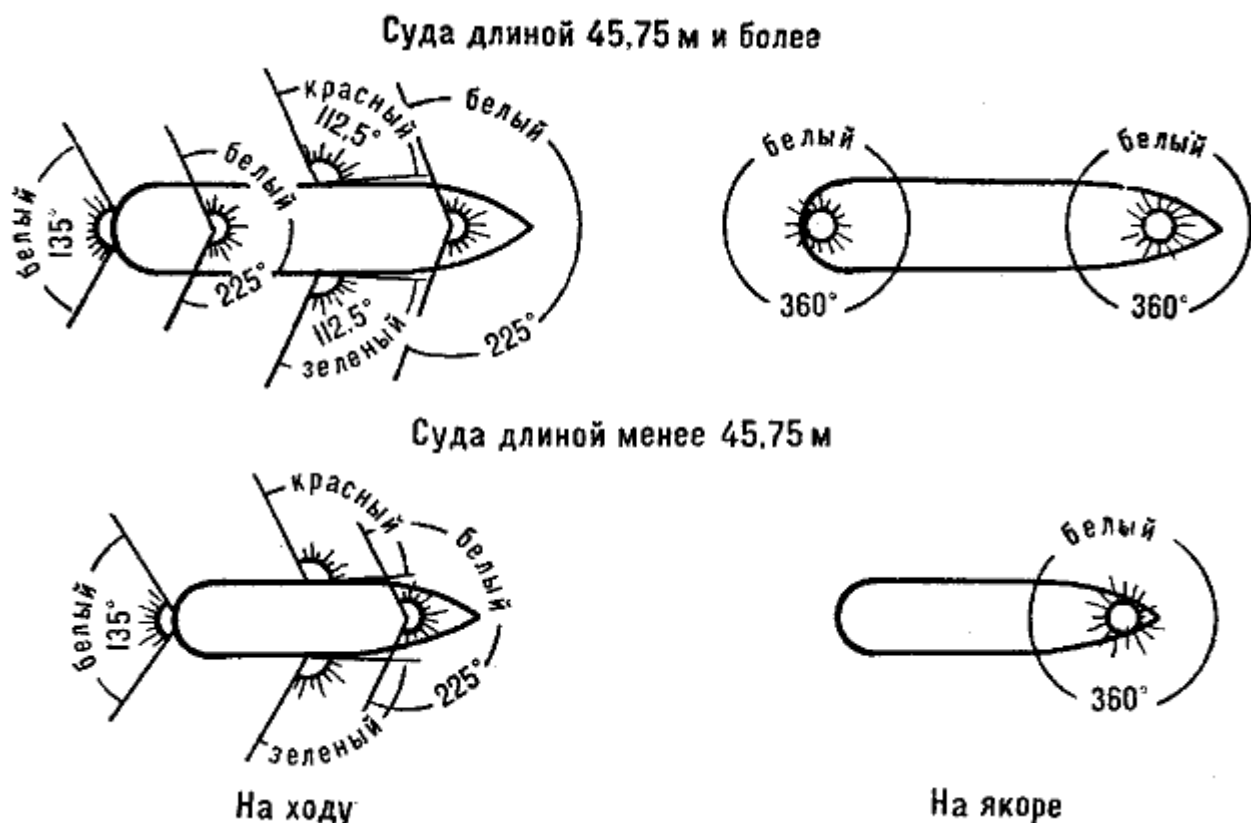

Рис. 140. Схема расположения ходовых огней на морских судах с механическим двигателем
1. Суда с механическим двигателем на ходу от захода и до восхода солнца должны нести (рис. 140):
5. Суда, стоящие на якоре (рис. 140), если длина их более 45,75 м, должны держать по одному белому огню на носу и на корме с круговой видимостью не менее 3 миль. Суда длиной менее 45,75 м поднимают только один белый огонь на носу, видимость которого не менее 2 миль. Днем все суда, стоящие на якоре, должны держать в носовой части на видном месте черный шар диаметром не менее 0,61 м (правила 11 а, в и с).